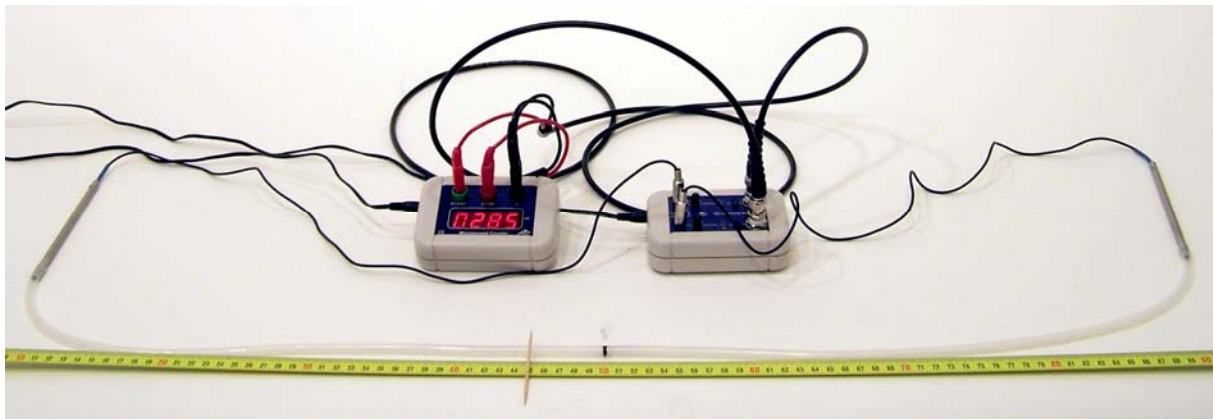

Fig. 1: Medición de la diferencia de tiempos de recorrido a dos sondas de micrófono, con el contador de microsegundos .
- Cada una de las sondas de micrófono se introduce aprox. 1,5 cm en el correspondiente extremo del tubo flexible de 1 m de largo y junto con la escala se coloca de tal forma que la mitad del tubo flexible marcada concuerde con la marca de 50 cm de la escala (Fig. 1).